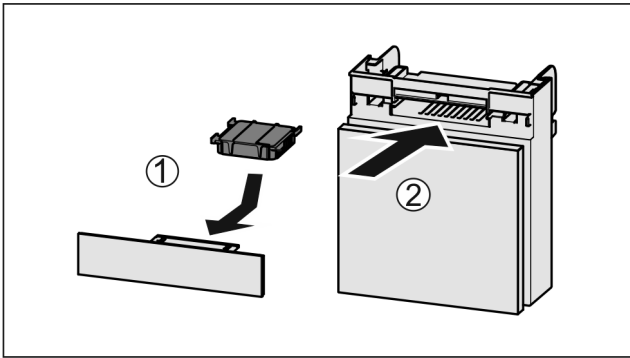

Fig. 64
- ▶ Inserire il vano Fig. 64 (2).